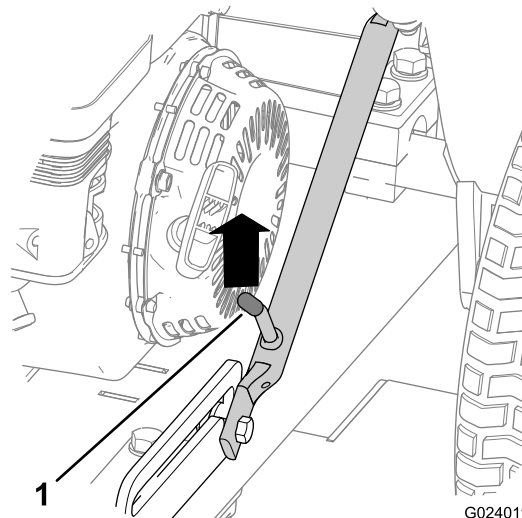

Рисунок 25
- A. Поднимайте сцепку, пока фиксирующий рычаг не выйдет из зацепления с прорезью защелки (Рисунок 25).
- D. Поднимайте сцепку (Рисунок 29), пока фиксирующий рычаг не войдет в зацепление с прорезью защелки (Рисунок 25).